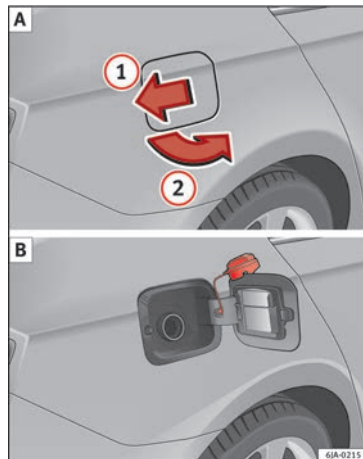

Abb. 203 Fahrzeugseite hinten rechts: Tankklappe / Tankklappe mit abgeschraubtem Verschluss
Auf der Innenseite der Tankklappe finden Sie die richtige Kraftstoffsorte für Ihr Fahrzeug sowie die Reifengröße und den Reifenfülldruck » **Abb. 203** .
- Drücken Sie in Pfeilrichtung **①** » **Abb. 203** auf die Tankklappe.
- Öffnen Sie die Klappe in Pfeilrichtung **②**.
- Tankverschluss links herum herausdrehen und oben auf die Tankklappe stecken » **Abb. 203** .
- Wenn die Zapfpistole erstmalig abschaltet, ist der Kraftstoffbehälter voll » **①**.
» Abb. 203.
» Abb. 203 [B].